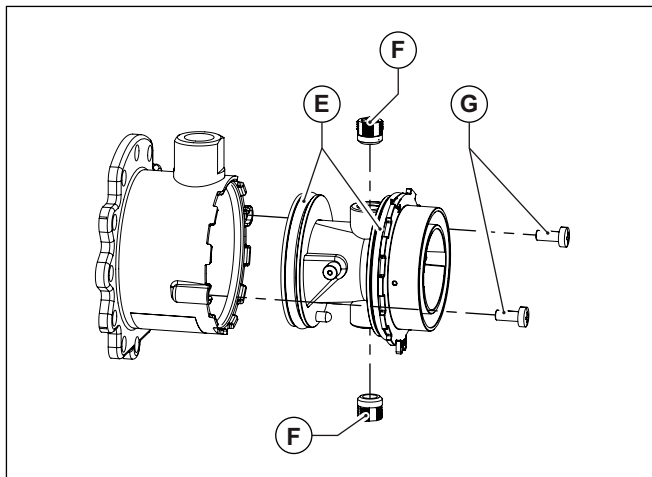

Abb. 28 Kunststoffkörper Gas-Luft Mischeinrichtung
- Den Kunststoffkörper der Mischeinrichtung nach Lösen der beiden Befestigungsschrauben abziehen (siehe Abb. 28 Kunststoffkörper der Gas-Luft Mischeinrichtung).
- Beide Gas-Düsen der Mischeinrichtung mit einem 6 mm Innensechskantschlüssel lösen/herausdrehen (siehe Abb. 28 Kunststoffkörper der Gas-Luft Mischeinrichtung).
- Den Kunststoffkörper (Venturi) erneut montieren und ihn dabei, in der richtigen Position in die Mischeinrichtung einsetzen und mit den Befestigungsschrauben fixieren, dabei darauf achten, dass die O-Ringe, die an den Enden des Kunststoffkörpers (siehe Abb. 28 Kunststoffkörper Gas-Luft Mischeinrichtung) sitzen, nicht beschädigt werden und die Montagerichtung einhalten (siehe Abb. 29 Montagelage).
- Die zusammengesetzte Mischeinrichtung mit den Innensechskantschrauben am Gebläse montieren und dabei darauf achten, dass die O-Ringe zwischen der Mischeinrichtung und dem Gebläse positioniert sind (siehe Abb. 28 Kunststoffkörper Gas-Luft Mischeinrichtung).